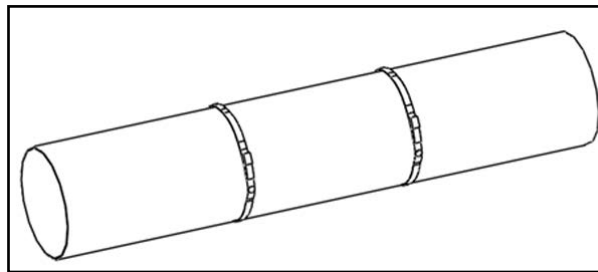

Abbildung 10: Befestigungsgurte am Rohr installiert
- b. Installieren Sie die beiden Befestigungsgurte im Abstand von etwa 30 cm (12 Zoll) am Rohr (siehe *Abbildung 10 unten*).